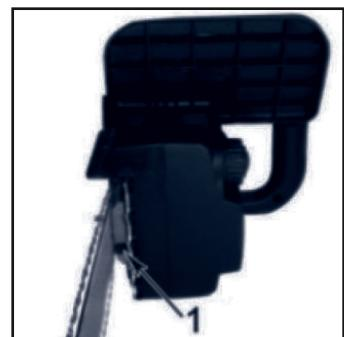

Рис.3
- Чтобы увеличить натяжение цепи пилы LXE 1816, возьмитесь за носок пильной шины и поверните регулировочный винт (1) Рис.3. ПО ЧАСОВОЙ СТРЕЛКЕ. Поворот винта ПРОТИВ ЧАСОВОЙ СТРЕЛКИ позволит Вам ослабить натяжение.
- Вручную ослабьте гайку фиксации шины. Ослабьте натяжение цепи, плавно поворачивая регулировочный винт (1) Рис.3. ПРОТИВ ЧАСОВОЙ СТРЕЛКИ.